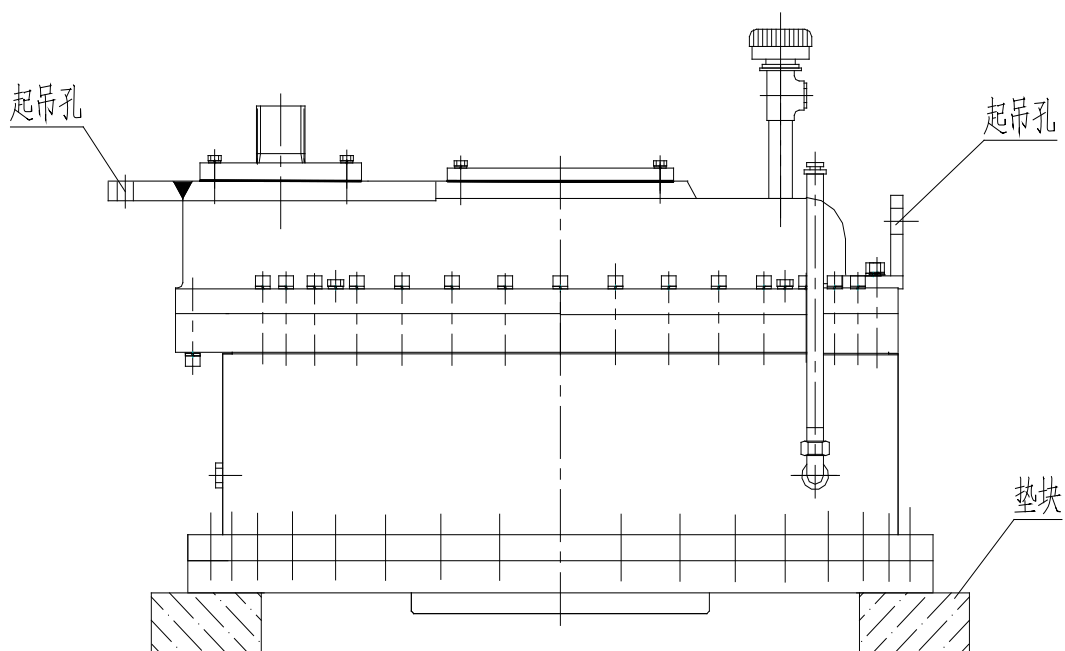

Рис. 2 Подъем и транспортировка редуктора поворота
Во время транспортировки редуктора поворота он должен стоять вертикально (см. рис.2), опорные колодки основания должны быть зафиксированы винтами.
Подъем редуктора как показано на рис.2, подъем должен осуществляться с помощью отверстий, указанных на рисунке. Вес редуктора 6.2 т.
*Перевод иероглифов на Рис.2 «Подъем и транспортировка редуктора поворота»: